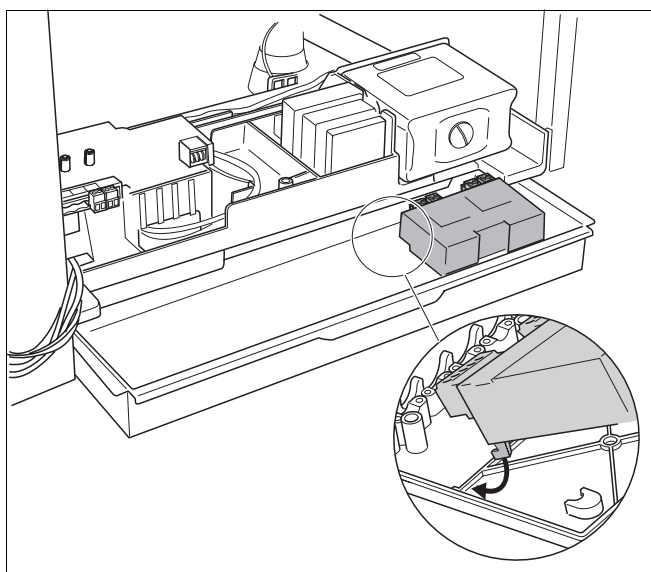

Fig. 46 Funktionsmodulet går i indgreb i vægholderen
- Lad funktionsmodulet(rne) gå i indgreb i vægholderen (fig. 46).